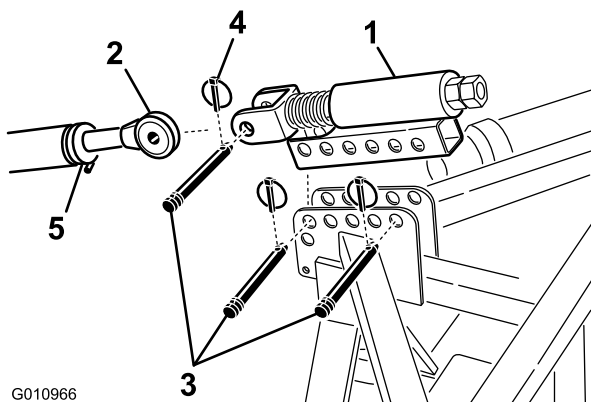

Figura 9
1. Monte el brazo de enganche superior tensado con muelle en el soporte del aireador con dos pasadores de enganche y pasadores de seguridad (Figura 9)
2. Afloje la contratuerca del brazo de enganche superior del tractor. Ajuste la longitud del brazo de enganche superior hasta que quede alineado con el pasador del brazo superior tensado con muelle del aireador (Figura 9).
3. Conecte el brazo de enganche superior del tractor a la horquilla del brazo de enganche superior tensado con muelle, y sujete el conjunto con un pasador de enganche y un pasador de seguridad (Figura 9).
6. Gire el brazo de enganche superior hasta que el muelle quede comprimido aproximadamente 13 mm (Figura 9).